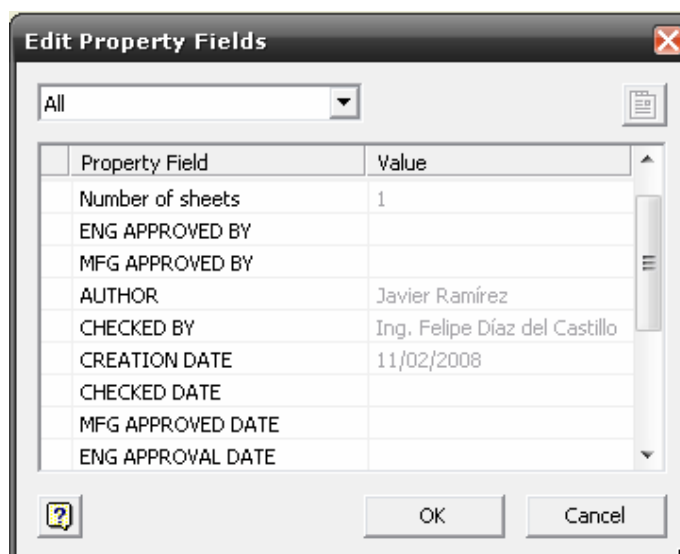

Figura 4.31 Modificación del FIELD TEXT.
11.-Para modificar el cuadro de datos diríjase al panel MODEL (modelo) y seleccione ANSI LARGE y despliegue el menú de forma que tenga acceso a FIELD TEXT (campo de texto), figura 4.31.